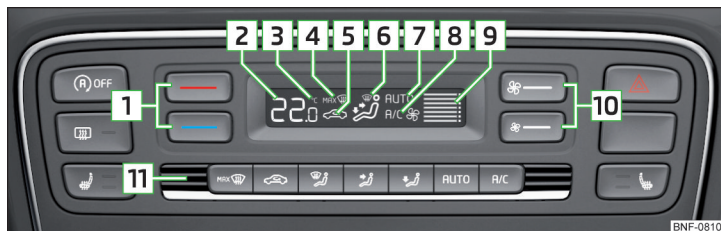

Abb. 90 Bedienungselemente der Climatronic
Einzelne Funktionen lassen sich durch Drücken der jeweiligen Taste einstellen bzw. einschalten » Abb. 90. Bei eingeschalteter Funktion erscheint im Display das entsprechende Symbol.
Den Innenraumtemperatursensor **11** » Abb. 90 nicht überdecken - die Funktion der Climatronic könnte beeinträchtigt werden.
- Zum **Einschalten** die Taste **AUTO** drücken. Im Display wird **AUTO** (Pos. **7** » Abb. 90 auf Seite 71) angezeigt.